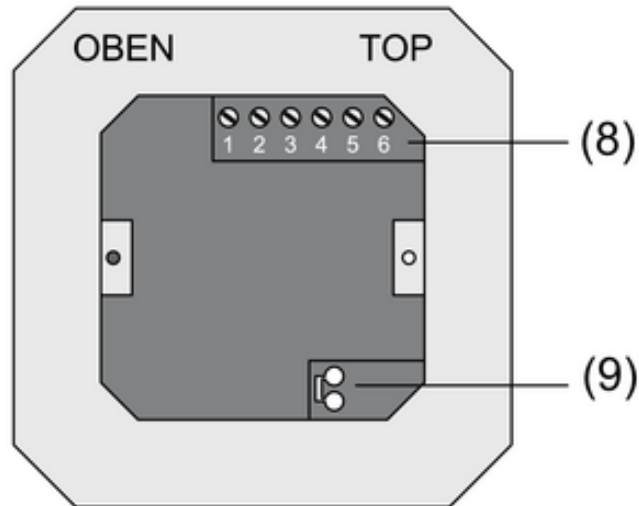
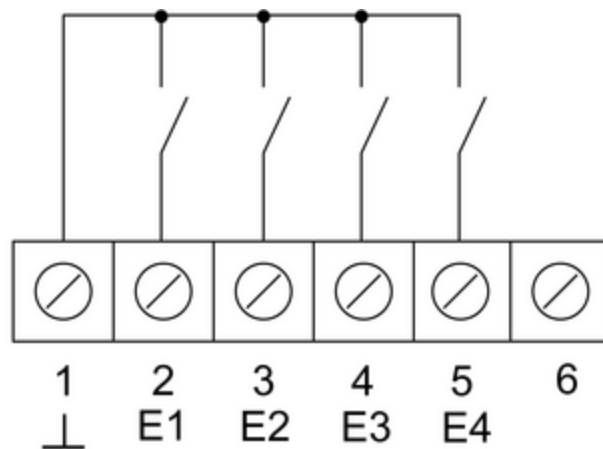
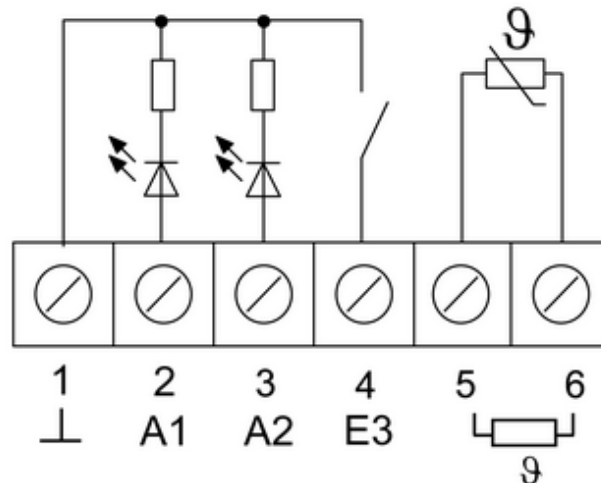

Bild 2
Bild 3
Bild 4
- Busleitung an die Anschlussklemme (9) im Klemmen-Einsatz einstecken (Bild 2).
- Binäreingänge **E1...E4**: Schließer oder Öffner als Schalter oder Taster an den Klemmen 1 und 2...5 (Bild 3) der Klemmleiste (8) (Bild 2) anschließen.
- Binärausgänge **A1...A2**: LED oder elektronische Relais an den Klemmen 1 und 2, 3 (Bild 4) der Klemmleiste (8) (Bild 2) anschließen.
- Externen Temperaturfühler an den Klemmen **5** und **6** (Bild 4) der Klemmleiste (8) (Bild 2) anschließen.
- Klemmen-Einsatz (1) (Bild 1) in Unterputz-Gerätedose einsetzen. Auf Beschriftung **OBEN / TOP** achten. Der Busanschluss (9) (Bild 2) muss unten rechts liegen.